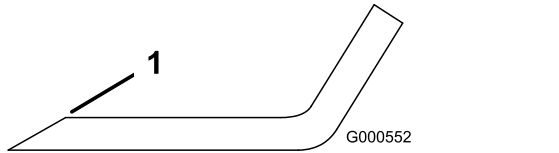

Figure 80
1. Au moyen d'une lime, aiguisiez les tranchants aux deux extrémités de la lame (Figure 80).
Remarque: Si la lame est déséquilibrée, limez un peu l'extrémité de l'ailette seulement (Figure 80).